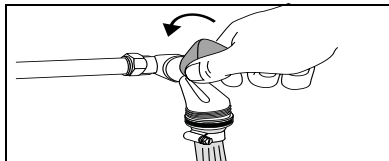

Bild 15 Öppna vattenkranen och fyll på värmeanläggningen
- Öppna vattenkranen försiktigt och fyll långsamt på värmeanläggningen (→ bild 15).